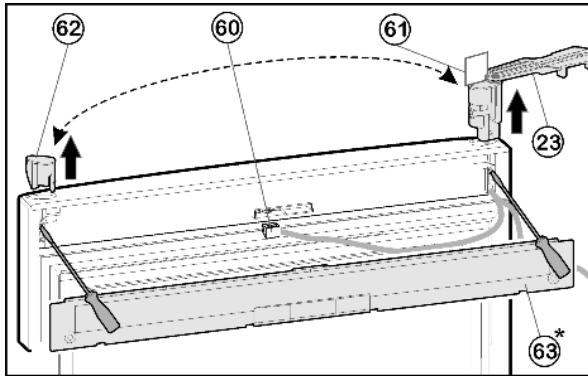

Fig. 21
- ▶ С помощью отвёртки выведете из зацепления крышку Fig. 21 (62) на дверце.
- ▶ Отсоедините разъем Fig. 21 (60).
- ▶ На верхней дверце поверните опорный кронштейн Fig. 21 (23) наружу параллельно краю дверцы.
- ▶ При помощи отвертки вытолкните опорный кронштейн Fig. 21 (23) снизу и снимите с двери вместе с кабелем.
- ▶ Извлеките пробку Fig. 21 (62) снизу при помощи отвертки и вставьте на другой стороне.
- ▶ Проденьте кабель опорного кронштейна Fig. 21 (23) на противоположной стороне и установите опорный кронштейн.
- ▶ Снимите шаблон Fig. 21 (61) и закрепите на опорном кронштейне.
- ▶ Вставьте разъем Fig. 21 (60).
- ▶ Зафиксируйте крышку Fig. 21 (63) на дверце.